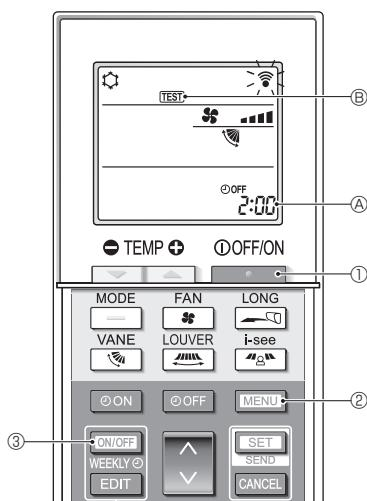

Fig. 7-5
7.2.2. Bruk av trådløs fjernkontroll (Fig. 7-5)
- Trykk på -knappen ① for å stoppe klimaanlegget.
- Hvis uketidsuret er aktivert (lyser), trykker du på -knappen ③ for å deaktivere det (slukkes).
- Trykk på -knappen ② i 5 sekunder.
- Trykk på -knappen ②.
- ② tennes, og enheten går over i testkjøringsmodus.